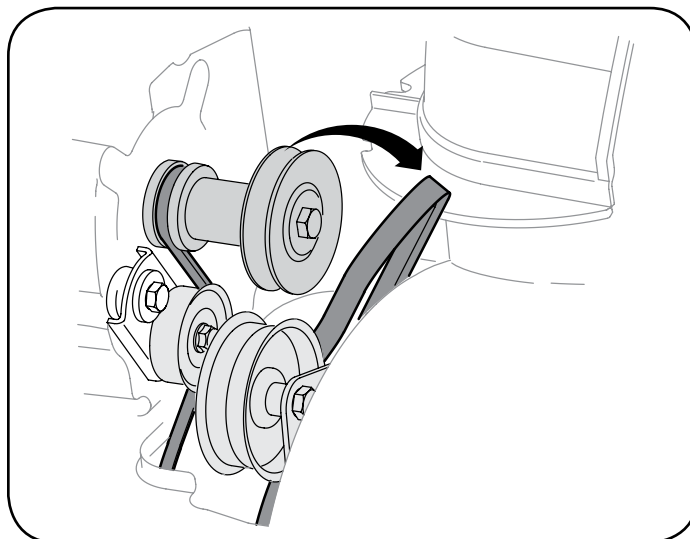

Figura 57
3. Saque la correa de la barrena de la polea del motor. Vea la Figura 57.